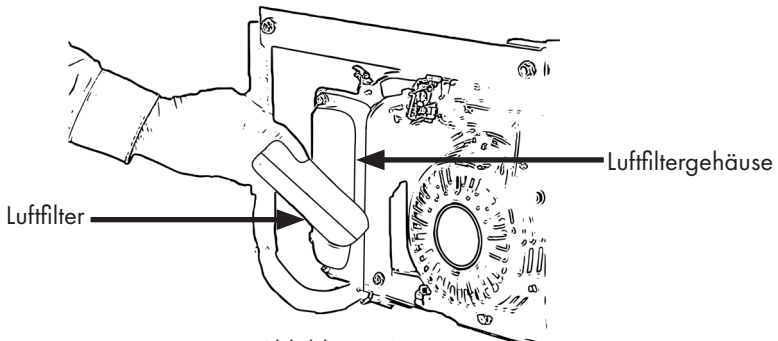

Abbildung 19
- Entnehmen Sie den Luftfilter aus dem Luftfiltergehäuse, Abb. 19.